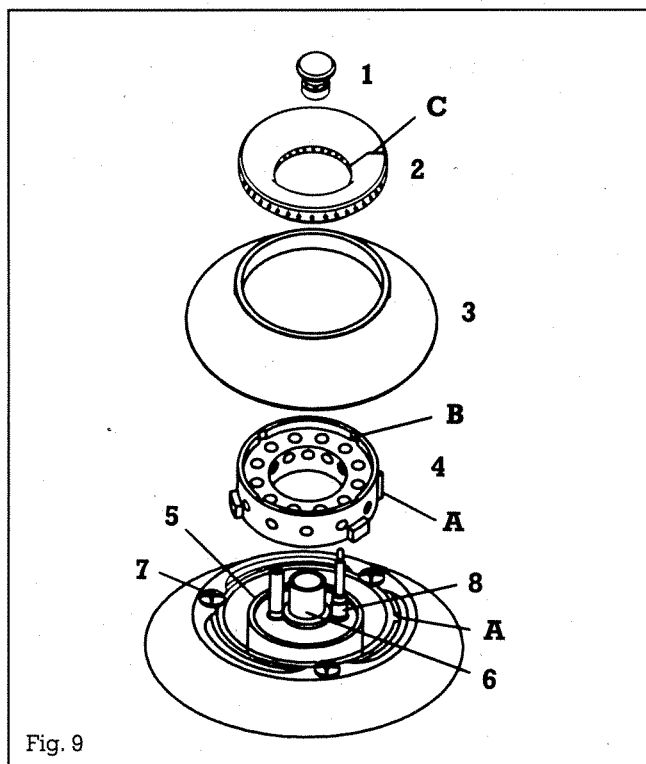

Fig. 9
6. Dévisser les vis de fixation de la plaque **7** (fig. 9) et déposer la plaque.
Remarque: Pour garantir la mise à la terre, il faut qu'une des vis de fixation **7** (fig. 9) soit freinée au moyen d'une rondelle-éventail. Sur chaque brûleur, visser légèrement les vis **7** (M 4 x 8). Serrer ces vis à fond uniquement après ajustage définitif.
Poser les éléments de brûleur et la grille porte-casseroles (comme indiqué en fig. 9). Lors de l'assemblage des éléments de brûleur, veiller à ce qu'ils reposent correctement les uns sur les autres (voir page 26).
Enlever les grilles porte-casseroles, les bagues de brûleur, les couvercles de brûleur et les têtes de brûleur (voir fig. 9).